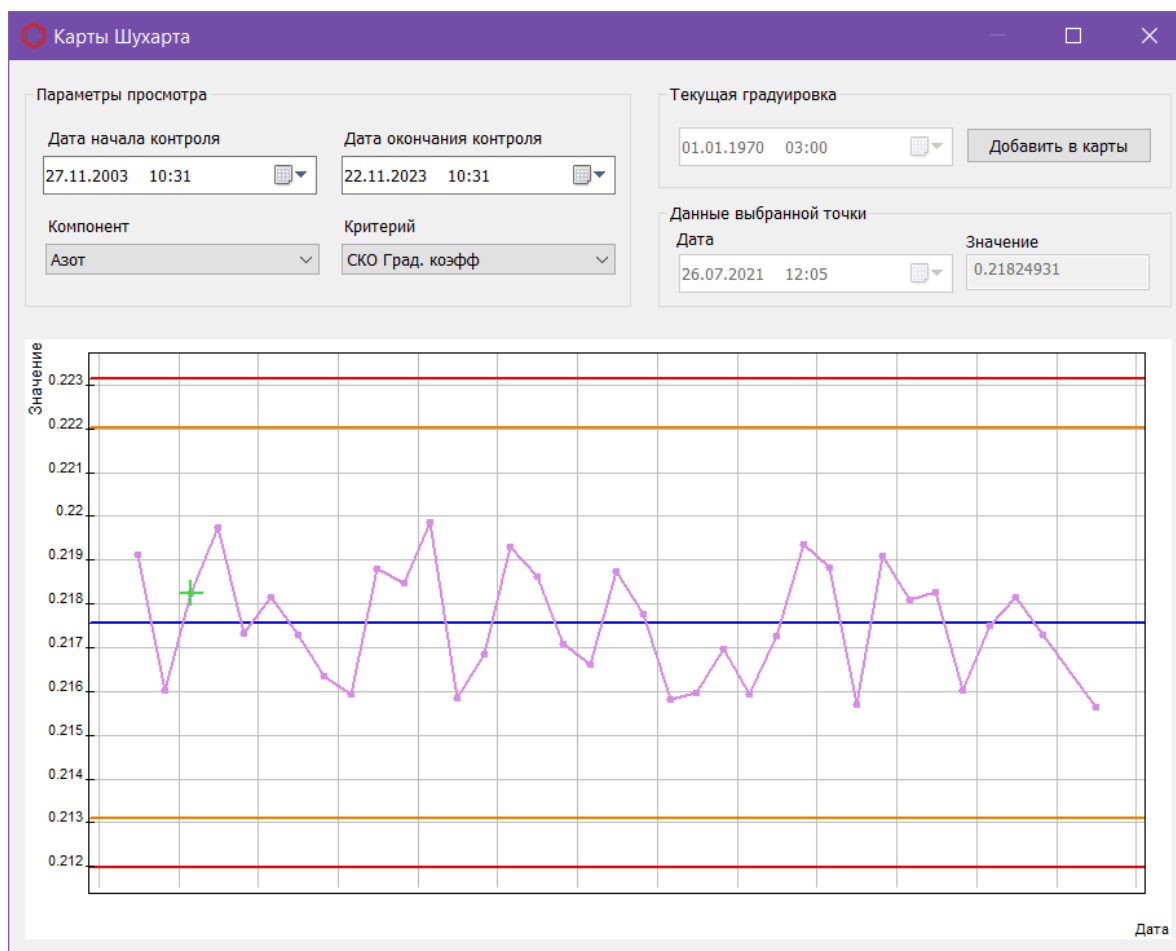

Рис. 5. Окно «Карты Шухарта»
1. В основном окне программы нажмите **Карты Шухарта**. Откроется окно *Карты Шухарта* (Рис. 5).